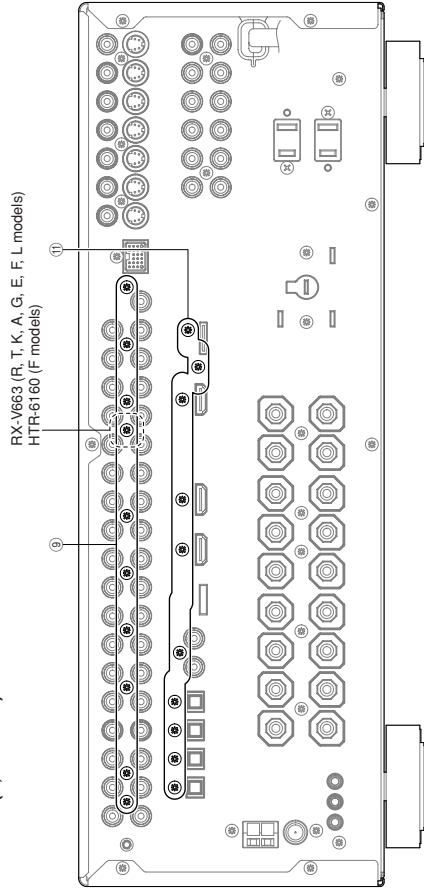

Fig. 3
- b. Remove 10 screws (RX-V663: U, C, R, T, K, A, G, E, F, L models / HTR-6160: U, F models) / 9 screws (HTR-6160: C model / DSP-AX763: B model) (⑨). (Fig. 3)
- b. Remove 9 screws (⑪). (Fig. 3)
- b. ⑨のネジ9本を外します。 (Fig. 3)
- b. ⑪のネジ9本を外します。 (Fig. 3)